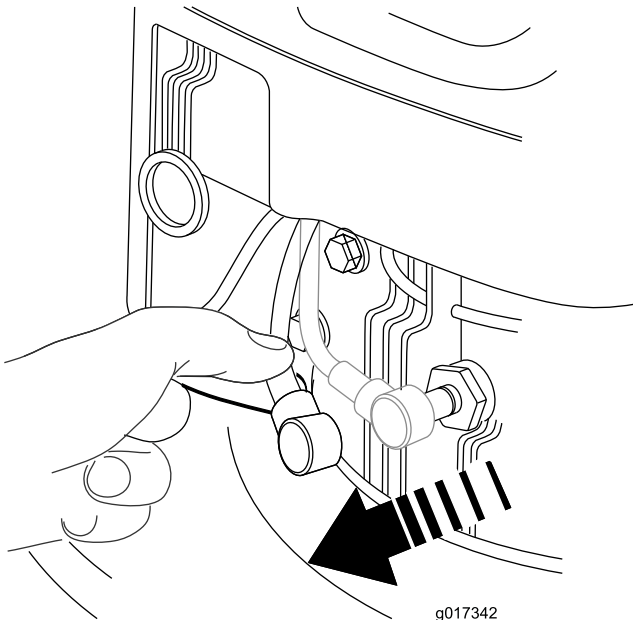

Bild 32
3. Ziehen Sie den Kerzenstecker von der Zündkerze ab (Bild 32).